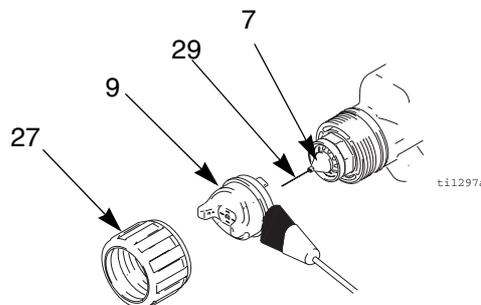

Fig. 16. Limpieza del cabezal de aire y de la boquilla de fluido
4. Retire el anillo de retención del cabezal de aire (27) y el cabezal de aire (9). Vea FIG. 16.
5. Limpie el cabezal de aire (9) con el cepillo de cerda suave y un disolvente no inflamable o sumérgalo en un disolvente adecuado para limpiarlo.
6. Con la pistola dirigida hacia abajo, limpie la boquilla de fluido (7) y la parte delantera de la pistola con un cepillo suave empapado en un disolvente no inflamable.